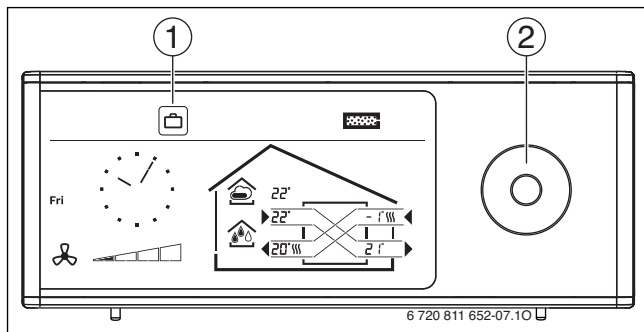

Bild 8
- Navigationstaste (→ Bild 8, [2]) in der Mitte drücken. Symbol [1] erlischt im Display.